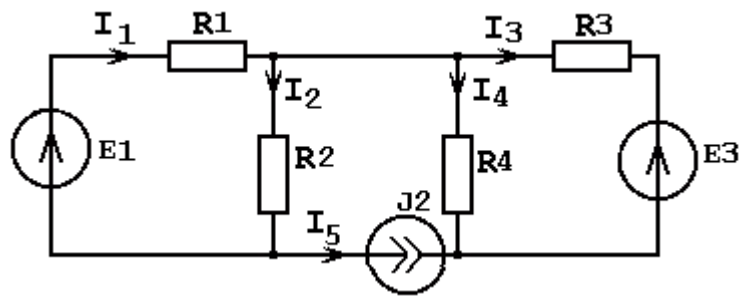
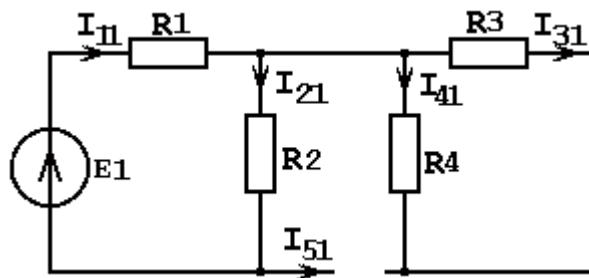
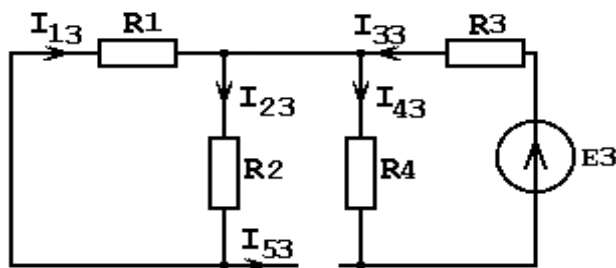

Рисунок 1.60
Рисунок 1.61
Рисунок 1.62
1. В заданной схеме (рисунок 1.42) указываем условно-положительные направления токов (рисунок 1.60).
2. Из схемы (рисунок 1.60) исключаем источники J_2 и E_3 и рассчитываем токи в ветвях полученной схемы (рисунок 1.61)
2.1. Указываем условно-положительные направления токов в ветвях схемы (рисунок 1.61).
3. Из схемы (рисунок 1.60) исключаем источники J_2 и E_1 (рисунок 1.62).
3.1. Указываем условно-положительные направления токов в ветвях схемы (рисунок 1.62).
4. Из схемы (рисунок 1.60) исключаем источники ЭДС E_1 и E_3 .